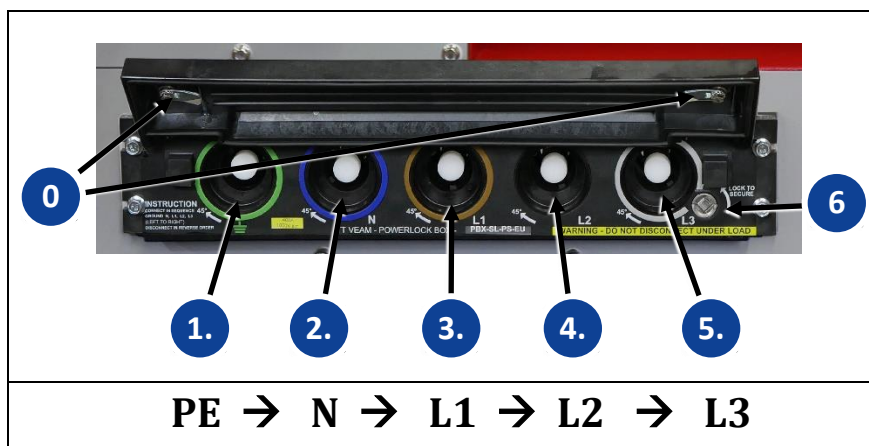

Abb. 7-8 Powerlock Box
1. Öffnen Sie die Abdeckklappe, nachdem Sie mithilfe des mitgelieferten Vierkantschlüssels die Verriegelungen ① links und rechts an der Klappe geöffnet haben.
4. Verfahren Sie genauso und in exakt der in Abb. 7-8 vorgegebenen Reihenfolge mit den weiteren POWERLOCK-Steckverbindern.
5. Sichern Sie abschließend sämtliche Verriegelungen, indem Sie das Schloss ⑥ mit dem Vierkantschlüssel bis zum Anschlag gegen den Uhrzeigersinn drehen.